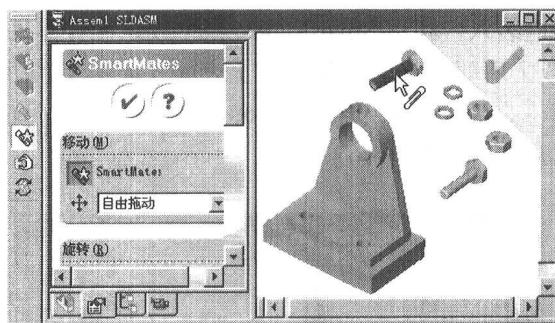
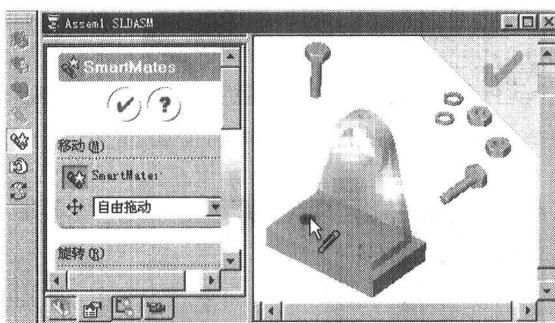

图 1-13 用 SmartMates 选择同轴心配合螺栓
图 1-14 用 SmartMates 选择同轴心配合零件 1
(9) 现在零件 1 和零件 2 需要螺栓螺母的进一步固定。在一个孔处装入螺栓，利用 SmartMates $\text{W}$ 生成螺栓与零件 1 和零件 2 的配合。单击 $\text{W}$  SmartMates 按钮，出现 SmartMates 对话框（如图 1-13 左边所示）。
(10) 双击所要选择的螺栓面，则以高亮显示所选的零件及面，同时鼠标的形状变为带有回形针的箭头。
(11) 接着双击零件 1 的孔，同样零件 1 也高亮显示（如图 1-14 所示），在选择过程中鼠标的形状显示为 $\text{L}$  表示将自动进行螺栓和零件 1 的同轴心配合。